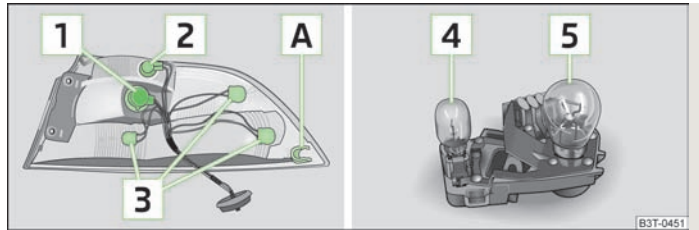

Abb. 193 Äußerer Teil der Rückleuchte: Glühlampen / Innerer Teil der Rückleuchte: Glühlampen
Übersicht der Glühlampenordnung » Abb. 193.
- Zum erneuten Einbau die Rückleuchte zuerst mit der Aufnahme **A** » Abb. 193 nach vorn auf einen Bolzen an der Karosserie stecken.
- › Die defekte Glühlampe [4] » Abb. 193 aus der Fassung herausnehmen und eine neue Glühlampe in die Fassung einsetzen.